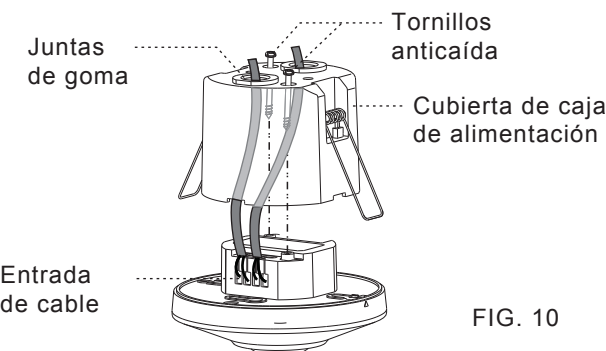

FIG. 10
- 3.4.2.2 Use un destornillador para romper la junta de goma en la cubierta de la caja de alimentación y luego pase los cables por ahí (ver FIG. 10).